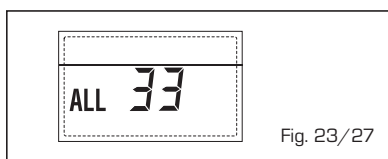

Fig. 23/27
- ANOMALÍA COMUNICACIÓN FICHA RS-485 EN MODALIDAD CASCADA "ALL 34" (fig. 23/28)